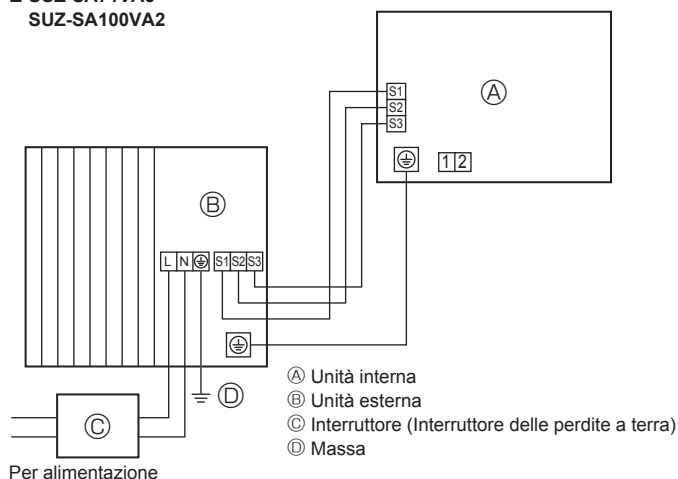
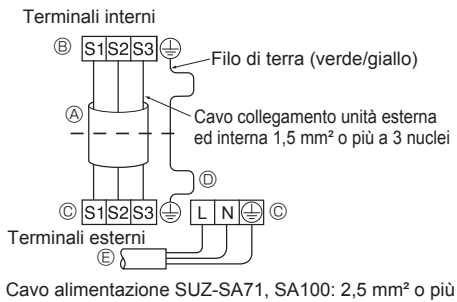
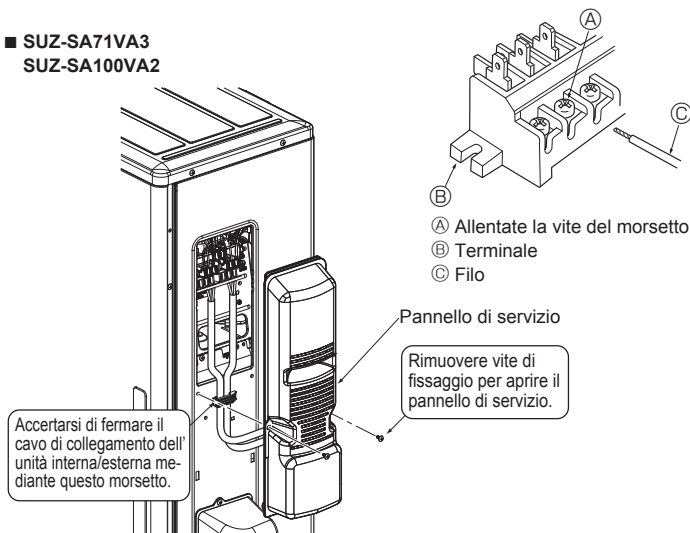

Fig. 5-1
Fig. 5-2
Fig. 5-3
### 5.1. Unità esterna (Fig. 5-1, Fig. 5-2, Fig. 5-3, Fig. 5-4)
- 2 Collegare i cavi facendo riferimento alla Fig. 5-1, Fig. 5-2, Fig. 5-3 e Fig. 5-4.
- Eseguire i collegamenti elettrici seguendo lo schema ripreso qui sotto a sinistra (Procurarsi il cavo localmente). (Fig. 5-2)
- State attenti a non invertire i fili. (Fig. 5-3)